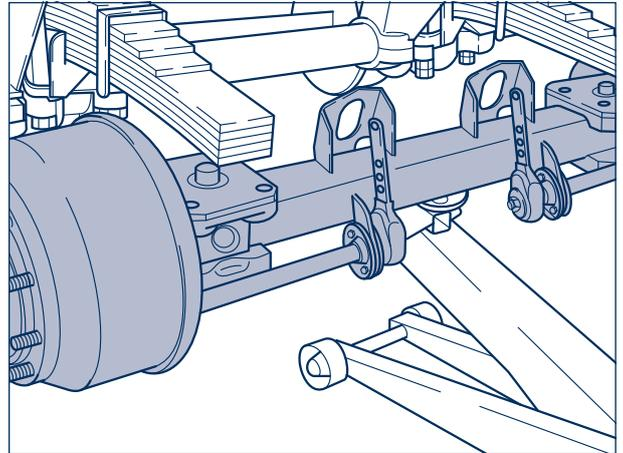

Figure 1
- [6] Abaisser l'essieu et le sortir (figure 1).